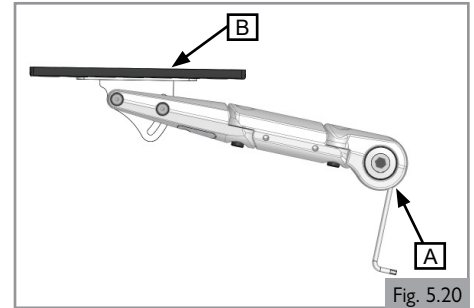
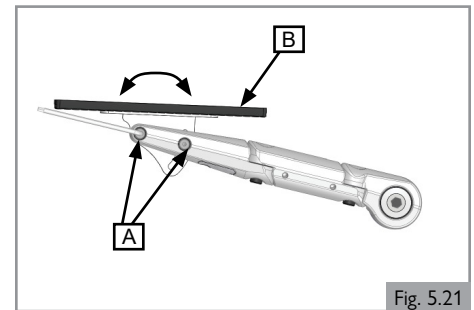

Fig. 5.20
Fig. 5.21
Parte 1 (Fig. 5.20)
Parte 2 (Fig. 5.21)
2. Afloje (A) con el fin de ajustar (B).
3. Vuelva a ajustar los tornillos (A-Fig. 5.20 y A-Fig. 5.21). Consulte la sección 9 para obtener información sobre la torsión de ajuste específica.